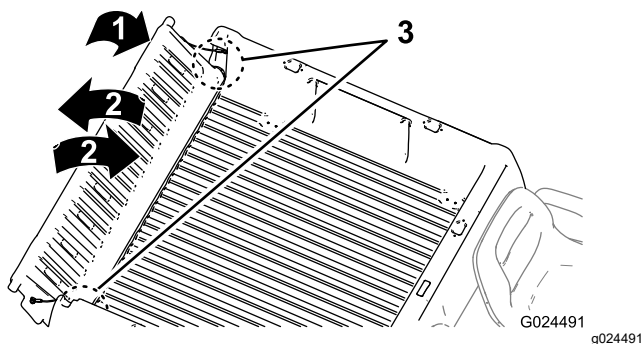

図 21
2. テールゲートを45°程度の角度にする 図 21。
3. この位置から、テールゲートを小刻みに前後に振るように数回往復させる 図 21。